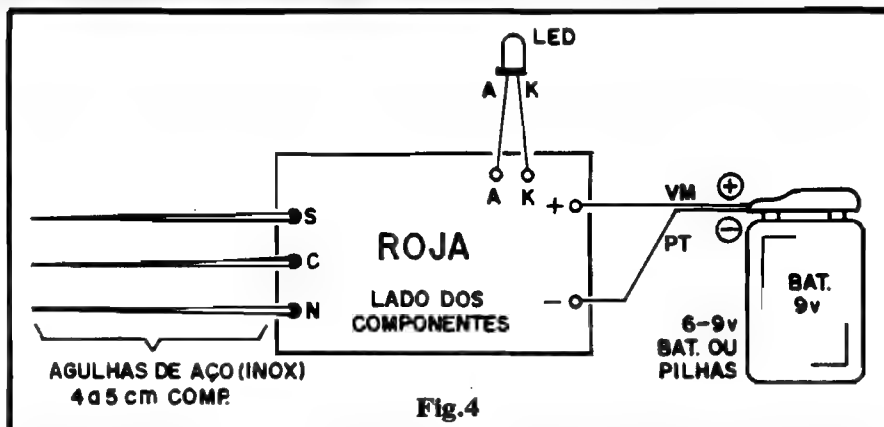

Fig.4
- **FIG. 4 - CONEXÕES EXTERNAS À PLACA** - A face mostrada da placa é ainda (como na fig. anterior) a não cobreada... Só que agora, para "despoluir o visual", os componentes sobre a placa não são vistos, já que a ênfase está nas conexões externas. Observar os seguintes pontos: